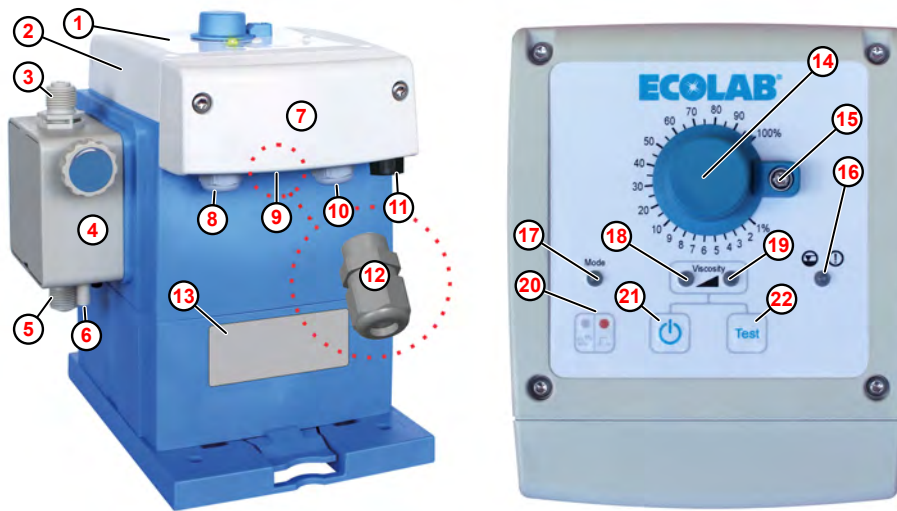

Abb. 1: Aufbau und Bedienelemente „EcoUp“
Für den Kabelanschluss des Alarmsignals enthält der Beipack der Pumpe eine entsprechende Kabelverschraubung M12 x 1,5 (Abb. 1, ⑫).